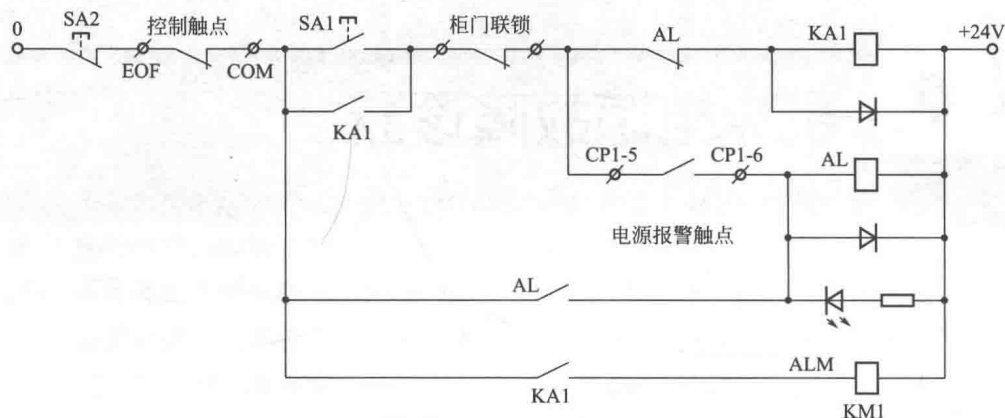

图 1-1 系统电源的控制回路
(1) 经测量，发现系统所用的交流电源没有加上。
(2) 系统电源的控制回路见图 1-1。经过一系列的检查,发现在系统电源的控制回路中,联锁控制触点 EOF-COM 没有接通,导致电源接触器 KM1 不能吸合。